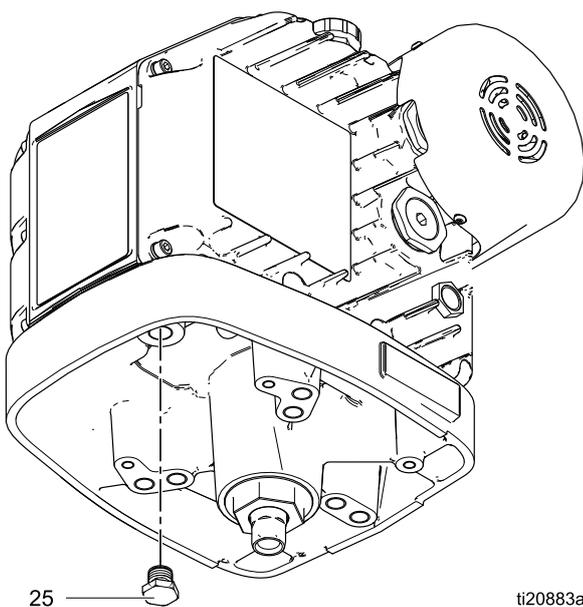
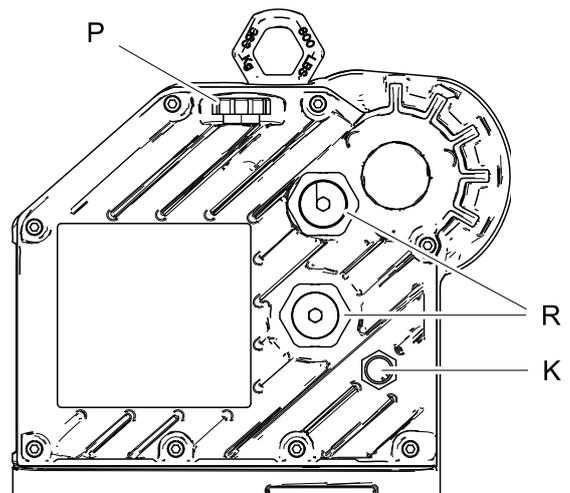

Figure 6 Ölabblassstopfen
Figure 7 Schauglas und Öltankdeckel
1. Siehe Abb. 6. Einen Behälter mit einem Fassungsvermögen von mindestens 1,9 Liter (2 Quart) unter den Ölablass stellen. Den Ölabblassstopfen (25) entfernen. Das Öl vollständig aus dem Motor laufen lassen.
2. Den Ölabblassstopfen (25) wieder anbringen. Mit 34-40 N•m (25-30 ft-lb) festziehen.
3. Siehe Abb. 7. Den Fülldeckel (P) öffnen und silikonfreies Synthetikgetriebeöl der Marke Graco, Teile-Nr. 16W645 ISO 220 einfüllen. Den Ölstand im Schauglas (K) kontrollieren. Etwa bis zur Hälfte des Schauglases Öl nachfüllen. Das Ölfassungsvermögen beträgt ca. 1,4 Liter (1,5 Quart). **Nicht überfüllen.**
Siehe Abb. 7. Den Ölstand über das Sichtglas (K) überprüfen. Wenn sich der Motor im Stillstand befindet, sollte sich der Pegel etwa auf halber Höhe des Schauglases befinden. Bei niedrigem Ölstand den Fülldeckel (P) öffnen und nach Bedarf silikonfreies Synthetikgetriebeöl der Marke Graco, Teile-Nr. 16W645 ISO 220 nachfüllen. Das Ölfassungsvermögen beträgt ca. 1,4 Liter (1,5 Quart). **Nicht überfüllen.**
Siehe Abb. 7. Die Lagervorlasten (R) sind werksseitig voreingestellt und können vom Benutzer nicht angepasst werden. Die Lagervorlasten nicht anpassen.